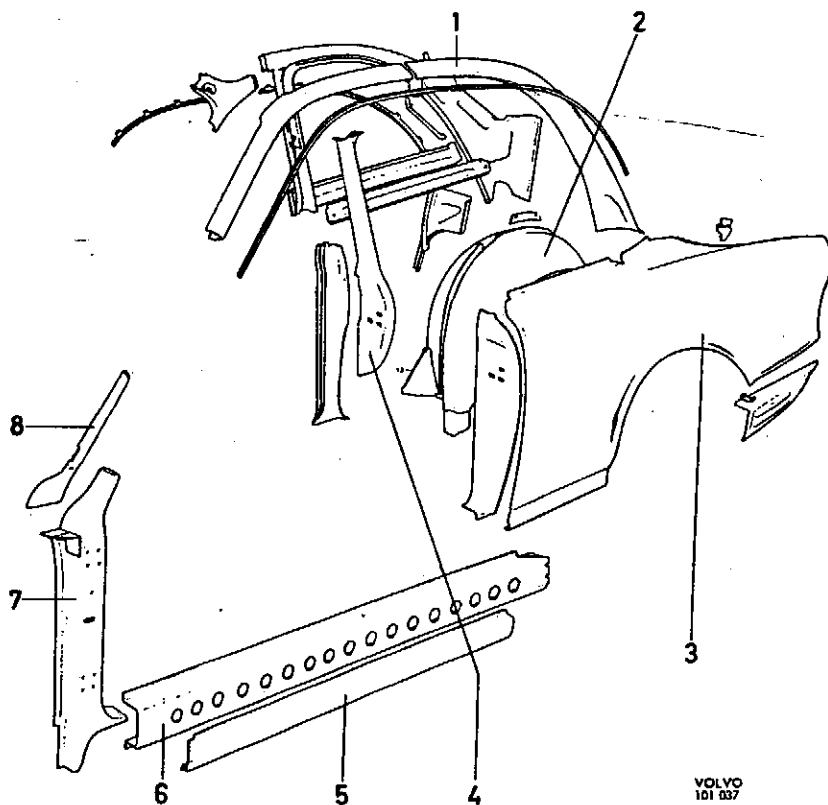

Abb. 6 Seitenteil (2türige Ausführung)
ist jedoch etwas geändert. Die B-Säule wurde weggenommen und dafür der Hinterkotflügel (3, Abb. 6) verlängert. Der Seitenteil besteht aus A-Säule und B-Säule (7 und 4), mittlerem und äußerem Bodenschweller (6 und 5), Dachschweller (1), Windschutzscheibenstrebe (8), hinterem Radkasten (2) und Hinterkotflügel (3).